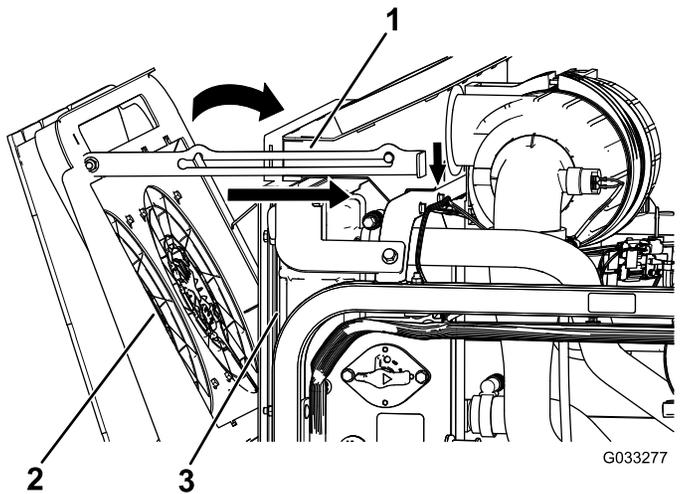

Figure 121
- 4. Faites pivoter les ventilateurs de refroidissement du moteur vers l'avant et calez la béquille dans le cran (Figure 121).